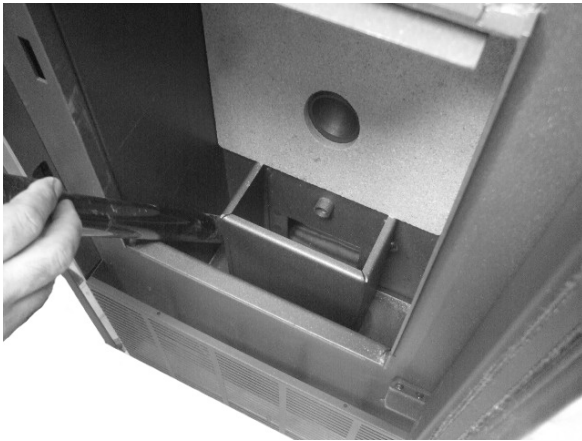

Fig. 24 - Reinigung Fach Brennschale
- Asche, die sich im Fach der Brennschale und im Fach des Aschenkastens abgelagert hat, absaugen und die Fächer reinigen (siehe **Fig. 24**).